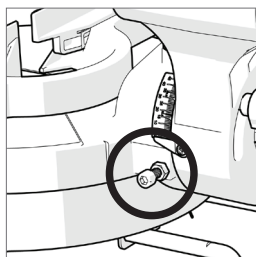

Fig. 17
- Usare una chiave esagonale per calibrare la vite di regolazione verso l'interno o l'esterno, secondo necessità (**Fig. 17**).